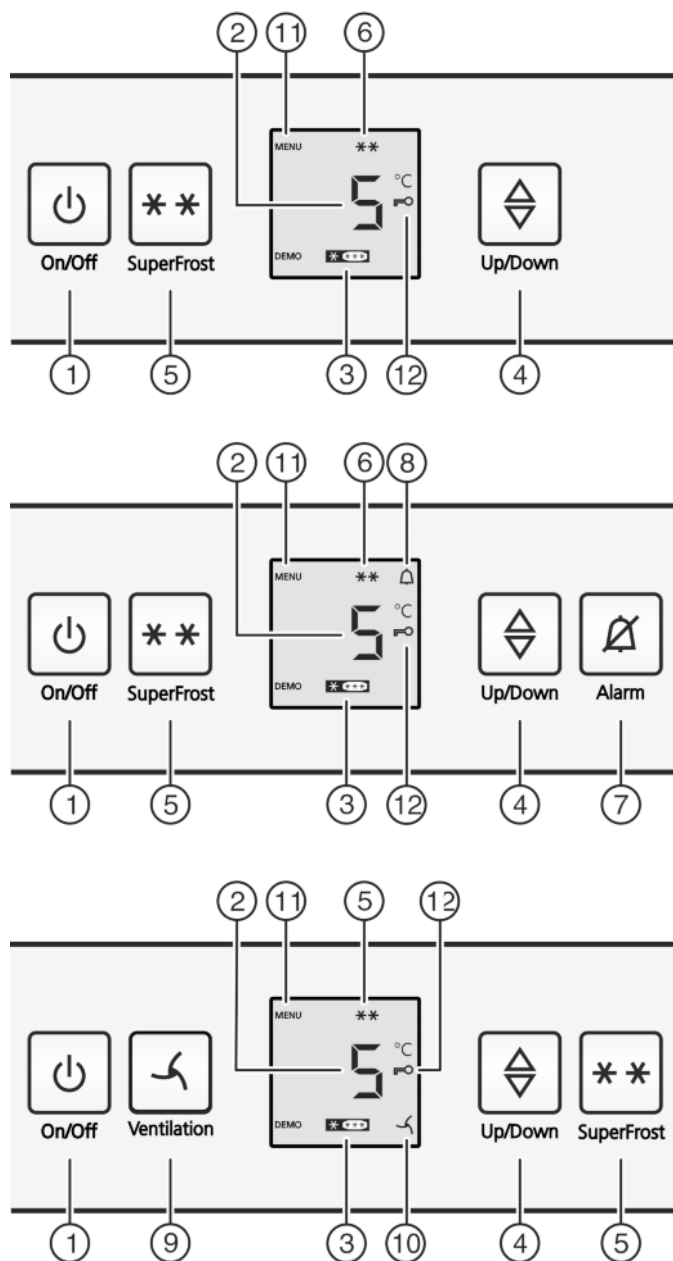

Fig. 2
- ▶ Stiskněte tlačítko On/Off *Fig. 2 (1)*.
- ▶ Zapnutí seřizovacího režimu: Stiskněte tlačítko SuperFrost *Fig. 2 (5)* asi na 5 sekund.
- ▷ Na displeji se zobrazí Symbol menu *Fig. 2 (11)*.
- ▶ Potvrďte krátce tlačítkem SuperFrost *Fig. 2 (5)*.
- ▷ Na displeji svítí Symbol dětské pojistky *Fig. 2 (12)*.
- ▶ Stiskněte krátce tlačítko On/Off *Fig. 2 (1)*.
- ▷ Symbol dětské pojistky *Fig. 2 (12)* zhasne.
- ▶ Stiskněte tlačítko Alarm *Fig. 2 (7)*.
Současně bliká ukazatel teploty a symbol Alarm *Fig. 2 (8)*.
Výstražný bzučák se vypne automaticky, symbol Alarm *Fig. 2 (8)* se vypne a ukazatel teploty přestane blikat, když je teplota zase dostatečně nízká.
- Vyvolání funkce teploty: Stiskněte seřizovací tlačítko *Fig. 2 (4)*.
- Teplotu měňte v krocích po 1 °C: Seřizovací tlačítko *Fig. 2 (4)* stiskněte tolikrát, až na ukazateli teploty svítí požadovaná teplota.